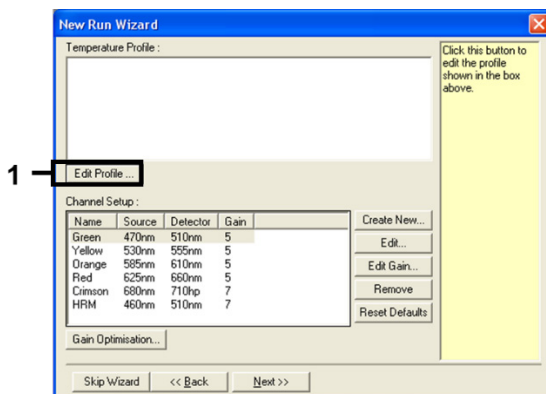

Figure 3. Modification du profil.
5. Cliquer sur « Edit Profile » (Modifier le profil) dans la boîte de dialogue « New Run Wizard » (Assistant nouveau cycle) (figure 3) puis définir les paramètres des cycles comme indiqué dans les étapes suivantes.